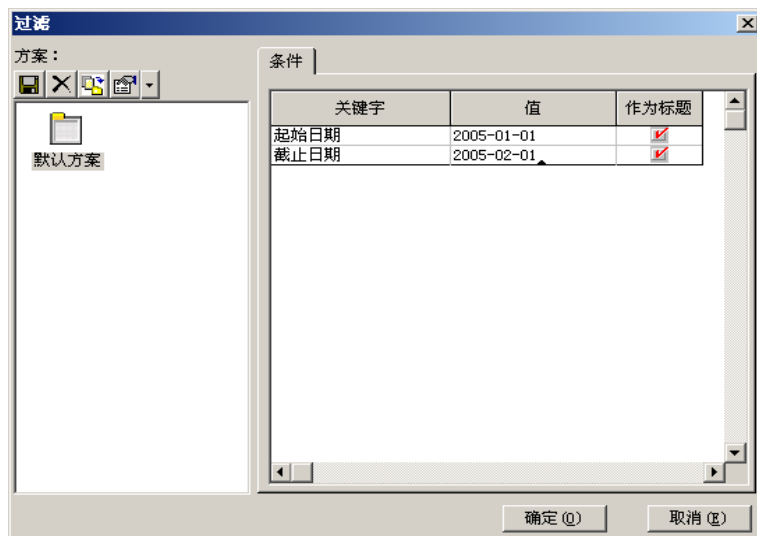

图 12-7
- 3 这时将看到一个过滤条件窗口（注意，根据报表查询对象的不同，过滤界面有可能不同），如图 12-7 所示：